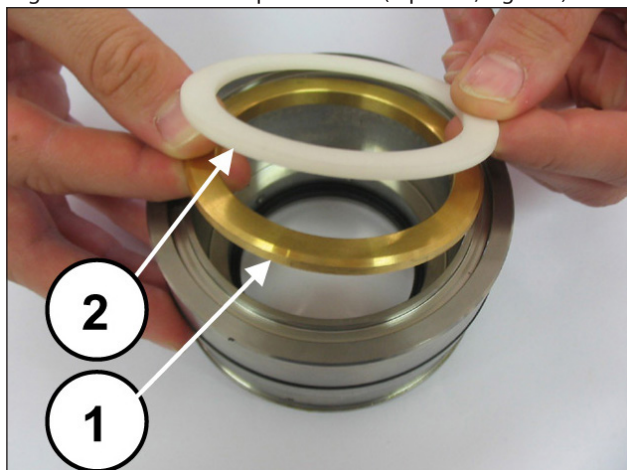
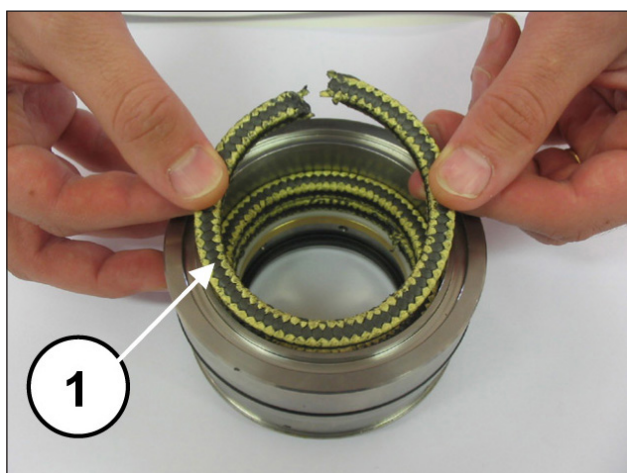
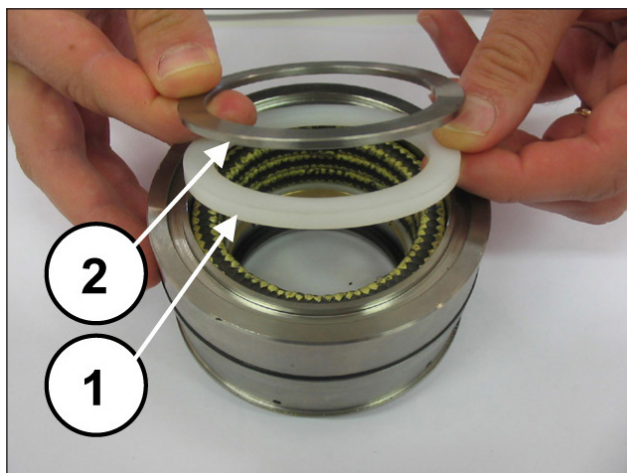

Fig. 197
Fig. 198
Fig. 199
Monter la rondelle d'appui et la bague anti-extrusion (rep. ①②, Fig. 197), les trois segments KC en ayant soin de les tiercer à 120° (rep. ①, Fig. 198), le segment racleur des segments KC et l'anneau pour ressort (rep. ①②, Fig. 199).